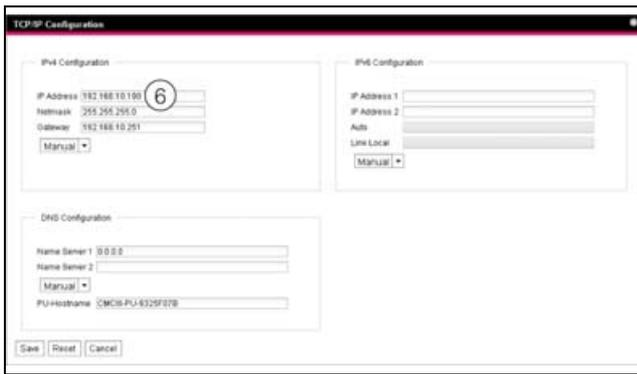

Abb. 77: Anpassen der TCP/IP-Einstellungen
- Ändern Sie im Fenster **TCP/IP Configuration** im Gruppenrahmen **IPv4 Configuration** die IP-Adresse des Geräts auf eine im Netzwerk erlaubte Adresse ab (Abb. 77, Pos. 6).